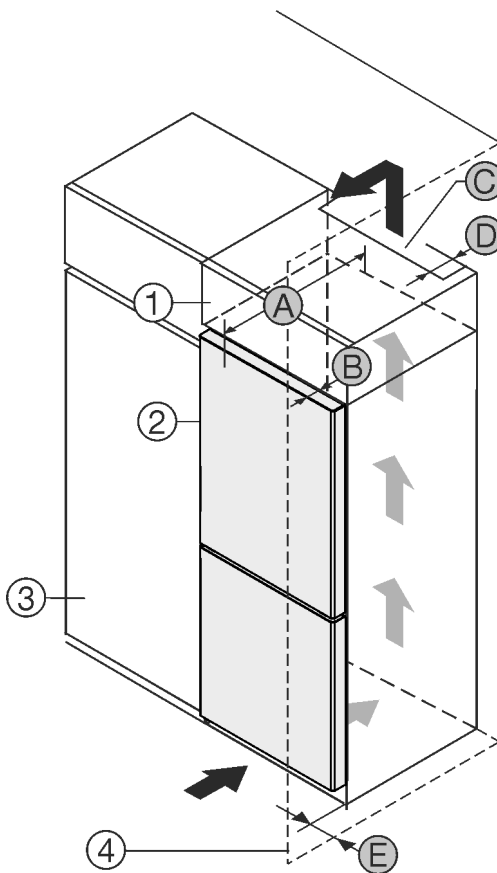

Fig. 1
A készülék közvetlenül a konyhaszekrény Fig. 1 (3) mellé állítható.*
A rátétszekrény hátoldalán egy megadott mélységű Fig. 1 (D) szellőzőaknát kell kialakítani a rátétszekrény teljes szélességében.*
A mennyezett alatt be kell tartani a szellőző keresztmetszetet Fig. 1 (C).*
Ha a készüléket a zsanérjaival a fal Fig. 1 (4) mellé állítja fel, legalább 13 mm távolságot kell tartani a faltól.*
Ha a készüléket a zsanérjaival a fal Fig. 1 (4) mellé állítja fel, legalább 20 mm távolságot kell tartani a faltól.*
Ahhoz, hogy az ajtót teljesen ki tudja nyitni, a készüléknek a konyhaszekrény elülső oldalához képest legalább az ajtó mélységének Fig. 1 (B) megfelelően ki kell állnia. A konyhaszekrények Fig. 1 (3) mélységétől és a fali távtartók használatától függően a készülék nagyobb mértékben is túllóghat előre felé.*